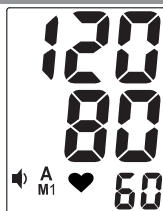

Рис.16
3. Просмотреть содержимое памяти прибора Вы можете, нажав кнопку M1 или M2. При первом нажатии кнопки M1 (или M2) на экране появится среднее значение 3-х последних измерений, сохраненных в память M1 (или M2), обозначенная символом «А» (рис. 16). При повторном нажатии кнопки M1 (или M2) на экране появится индикатор выбранной памяти M1 (или M2) и номер ячейки памяти, а через 1 секунду отображается ее содержимое (рис. 17),